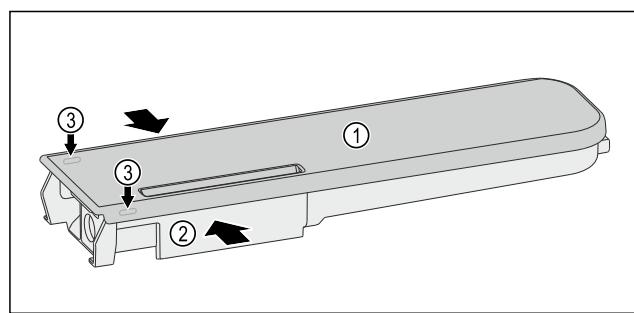

Fig. 152
- Wasserbehälter Fig. 152 (2) zusammendrücken und Deckel Fig. 152 (1) vorsichtig über die Rastnasen Fig. 152 (3) heben und hochziehen.
- Deckel Fig. 152 (1) leicht hin- und herbewegen und nach oben entnehmen.